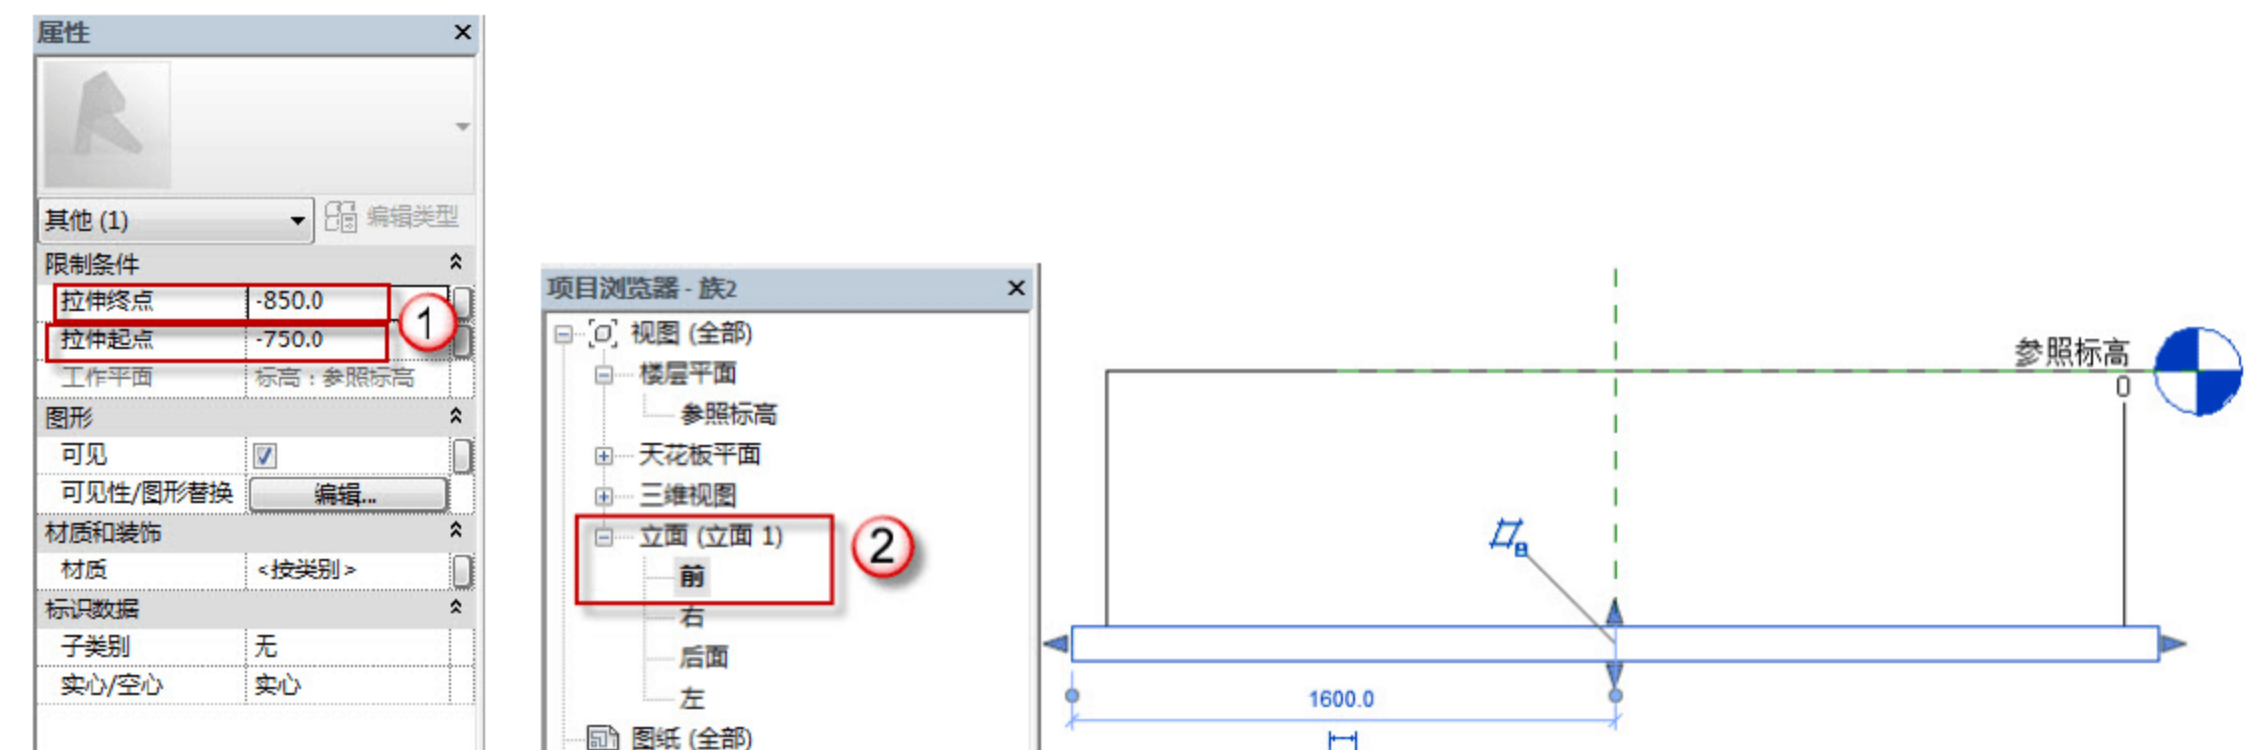

图 2.1.58 定义垫层高度
(6) 定义垫层高度。在定义承台高度时，采用“深度”定义，这里垫层的高度可以在承台高度基础上进行定义。选择“立面”→“前”命令，在“属性”面板中，在“拉伸起点”后输入数值-750，在“拉伸终点”后输入数值-850，单击√按钮确定，如图 2.1.58 所示。